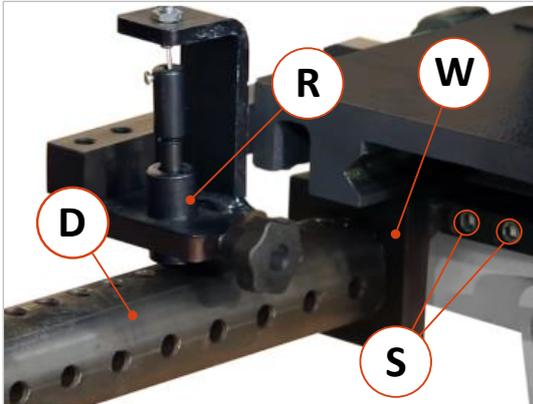

Abbildung 23: Dübelbohreinrichtung montieren
- Montieren Sie den Befestigungswinkel (**W**) des Indexierungs-Rohrs (**D**) mit den mitgelieferten Inbusschrauben (**S**) in die Gewindebohrungen am Bohrtisch (siehe ⇒ Abbildung 23) → Die Inbusschrauben (**S**) jedoch noch nicht festziehen, da Sie die Position noch an den Rastmechanismus anpassen müssen.